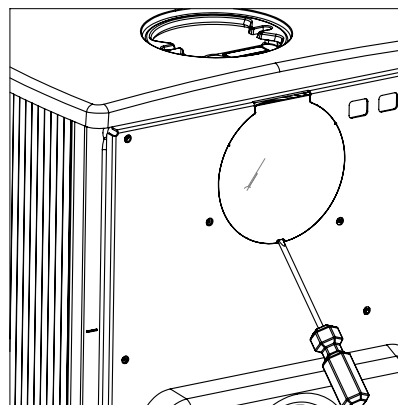
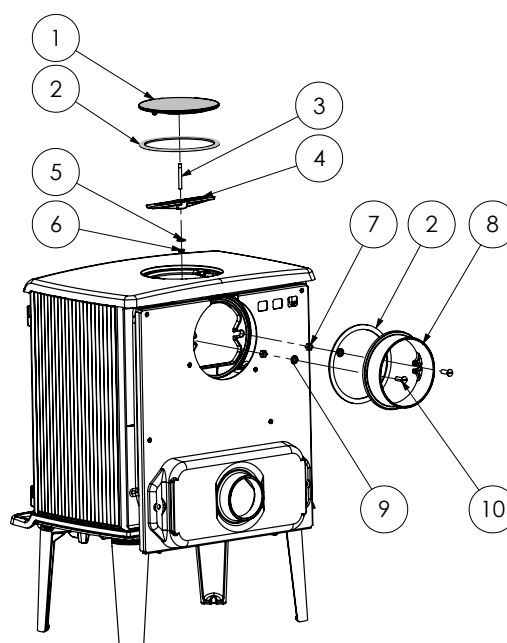

Fig. 4 Fjerning av forbrenningsplate
Fig. 5 Montering av røykuttak bak
3. Montering av røykuttak (fig. 4 og 5). Fjern forblendingsplaten i ryggen med skrujern som vist på fig. 4. Fjern så blindlokket (1) med tilhørende deler (fig. 5) som er montert innenfor forblendingsplaten. Monter så blindlokket i topplaten med de samme delene i topplaten.
NB! Strammes mutteren (6) for blindlokket for hardt til, kan travers (4) knekke. Se fig. 5.